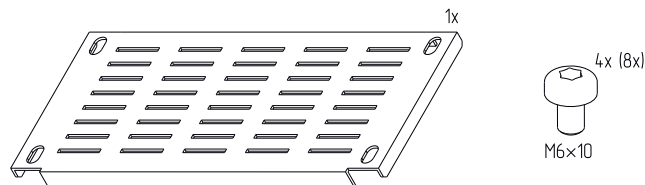

Рисунок 1 – Заглушка панели нижняя наборная вент.
- проверить комплектность (рисунок 1, 2).